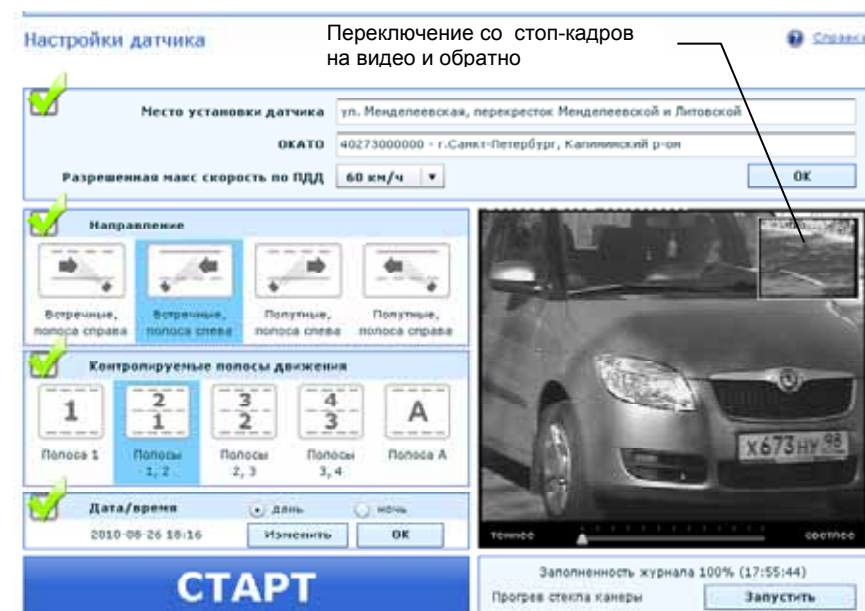

Рис. 18. Программа настройки датчика
После этого откроется страница настройки датчика, показанная на Рис. 18. Стоп-кадры и видеозображение демонстрируются в режиме «кадр в кадре». Переключение между ними производится нажатием на маленький кадр в правом верхнем углу.
5. Проверьте по видеоизображению и полученным стоп-кадрам правильность установки датчика. На Рис. 12, Рис. 13 и Рис. 18 показаны примеры правильных кадров. При необходимости отрегулируйте угол наклона датчика с помощью рукоятки-фиксатора (Рис. 6) таким образом, чтобы изображение ГРЗ автомобилей, проходящих по первой из контролируемых полос, было немного ниже середины кадра. Для контроля полосы, предназначенной для маршрутных ТС (полоса А), направьте камеру датчика на середину данной полосы так, чтобы на видеоизображении обязательно был виден бордюр дороги. Рекомендуется (хотя не обязательно), чтобы в кадре была видна также сплошная линия разметки полосы для маршрутных ТС и/или буква «А», нанесенная на полосу. На Рис. 13а показан пример правильного кадра.